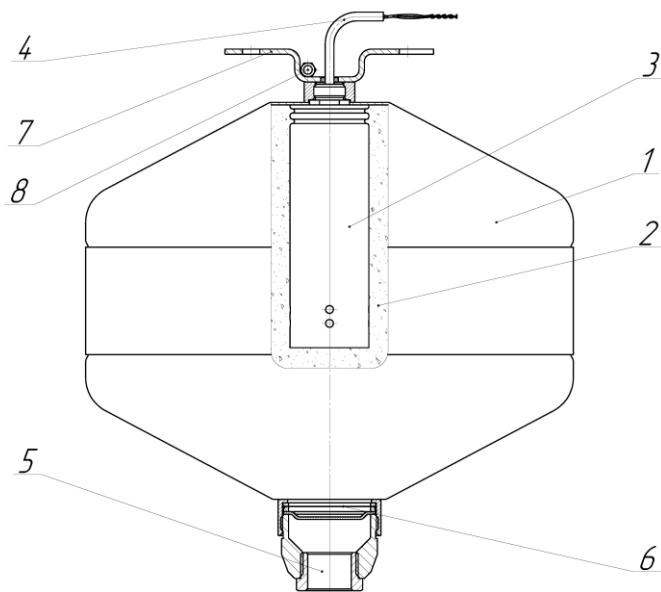

Рисунок 3 – Устройство модуля
4.1 МПП (рис. 3) представляет собой герметичную конструкцию, состоящую из корпуса 1, заполненного огнетушащим порошок 2, газогенерирующего устройства (ГГУ) 3 с электроактиватором 4, насадка-распылителя 5, мембраны 6, кронштейна 7 и узла заземления 8.
6.5 При необходимости, присоединить провод заземления к узлу заземления **8** (рис.3). Необходимость заземления модуля определяется проектно-монтажными организациями, исходя из требований ГОСТ 30331.3-95 (МЭК 364-4-41-92); ГОСТ 12.2.007.0-75 и других нормативных документов.